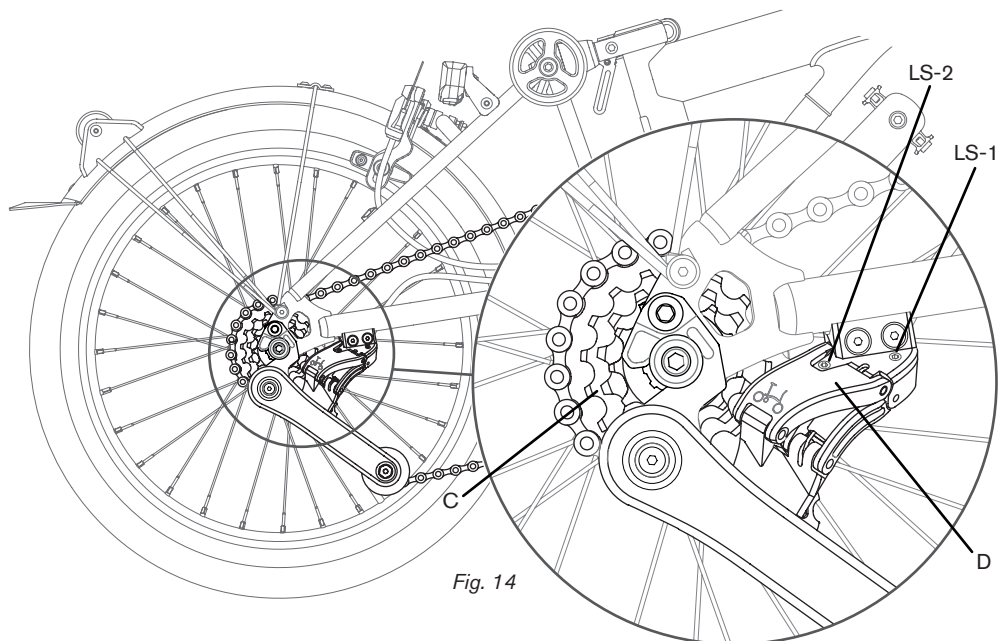

Fig. 14
LS-1 é utilizado para criar o alinhamento na roda dentada maior da cassete. **LS-2** para a mais pequena (fig. 14).
Mova as calhas do selim no ponto de aperto até ficarem centradas (a meia posição entre a longitudinal mínima e máxima). Regule o selim para uma posição nivelada, para que a superfície superior do selim fique relativamente nivelada entre o ponto mais à frente e o posterior (fig. 14). Depois do selim estar numa posição neutra, aperte o parafuso do Pentaclip com 15Nm. Teste a posição do selim, regulando até ficar mais confortável.
- Verifique se a altura do selim é a correcta na extensão máxima. Podem ser realizados pequenos ajustes, movendo a posição do Pentaclip ligeiramente para cima ou para baixo no tubo (fig. 14). Para obter mais informações, consulte <https://www.brompton.com>